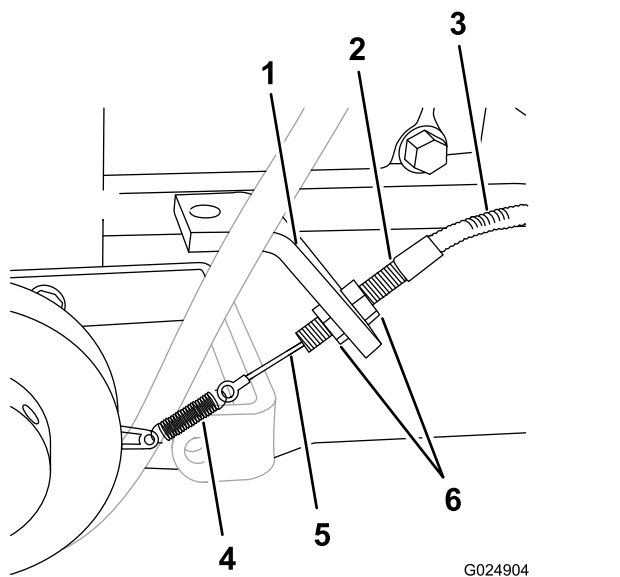

Figura 25
2. Afloje las 2 contratuercas que sujetan el tensor del cable del embrague al soporte del embrague, y gire las tuercas a los extremos de la rosca del tensor (Figura 25).
3. Sujete el tensor con una mano y levante un poco la camisa del cable (Figura 25).
4. Manteniendo la tensión en el cable, utilice la otra mano para girar las contratuercas hasta que estén apretadas contra el soporte del embrague (Figura 25).
5. Apriete las contratuercas para sujetar el tensor al soporte (Figura 25).
- A. Afloje un poco las 2 contratuercas (Figura 25).
- B. Gire las contratuercas en sentido horario para aumentar la tensión del cable, o en sentido antihorario para reducir la tensión (Figura 25).
- C. Apriete las contratuercas para sujetar el tensor al soporte del embrague (Figura 25).